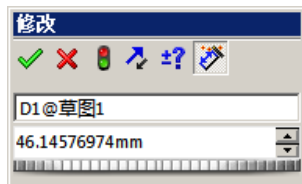

图 2.9.2 “修改”对话框
Step4. 确定尺寸的放置位置。在位置 2 单击鼠标左键，系统弹出“尺寸”对话框和图 2.9.2 所示的“修改”对话框。